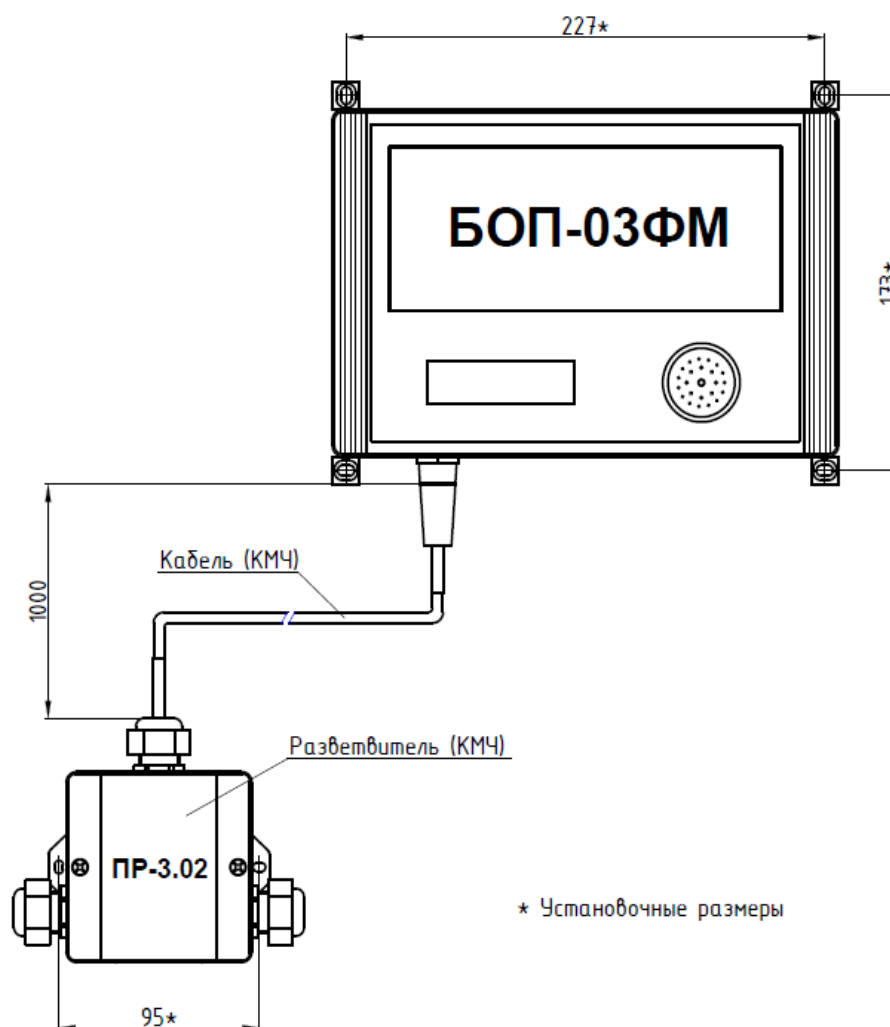

Рисунок 2 – Монтаж БОР-03ФМ
2.1.2.2 Установить блок оповещения и разветвитель из состава КМЧ на стену в помещении, где он эксплуатируется. Длина кабеля подключения из состава КМЧ - 1 м (см. рисунок 2).